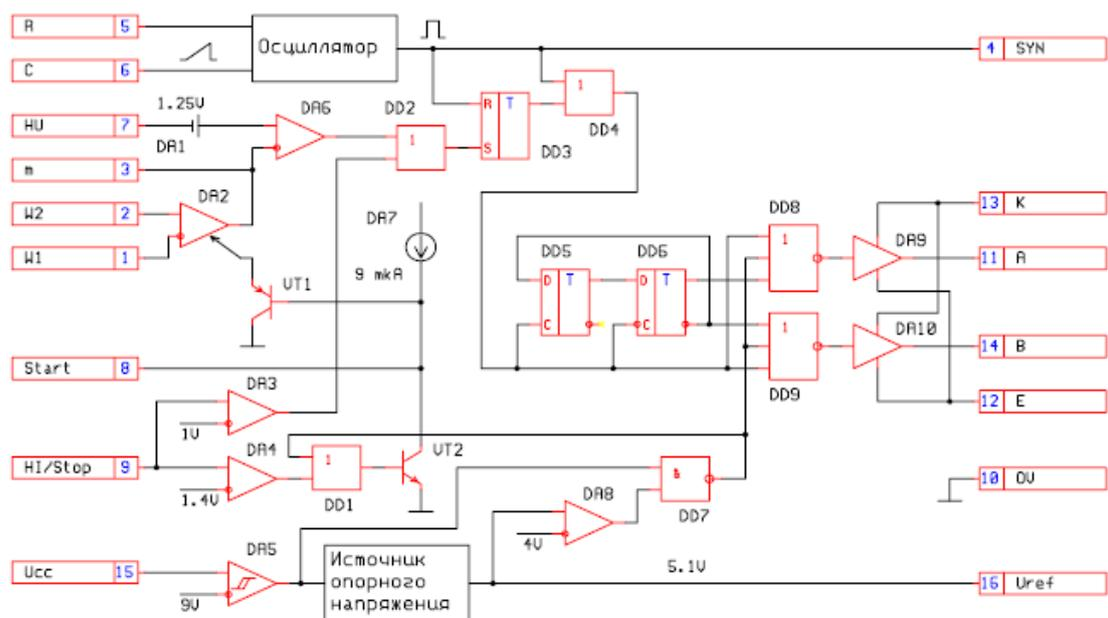

Рисунок 4.7 – Структурная схема ШИМ-модулятора
- схема плавного запуска на транзисторе VT1 (рисунок 4.7). Сюда же на вывод 8 подключена цепь защиты от превышения температуры платы источника питания свыше 70 градусов – оптрон V1;
- схема ограничения тока блока питания при перегрузке на элементах DA3, DA4, DD1 и VT2 (рисунок 4.7). Контролируемое напряжение поступает на вывод 9. На конденсаторе C8 и резисторах R18, R20 собран фильтр, отделяющий токовый сигнал от помех при переключении транзисторов VT4, VT5. Пороговое напряжение на выводе 9 равно 1,2 В;
- схема защиты ШИМ-модулятора от пониженного напряжения питания. При уменьшении напряжения питания до 9,2 В срабатывает компаратор DA5 (рисунок 4.7) и отключает источник опорного напряжения и выходные каскады.